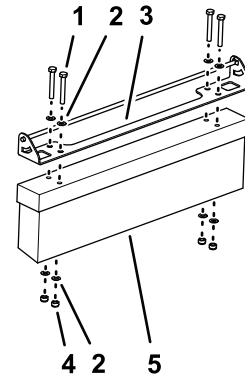

Figura 1
- Alinee los taladros del soporte de ajuste del cepillo con los taladros en el cepillo groomer, tal y como se muestra en la Figura 1.
- Monte el soporte de ajuste del cepillo en el cepillo groomer (Figura 1) con 4 tornillos de caperuza (8 x 60 mm), 8 arandelas (8 mm) y 4 contratuercas (8 mm).